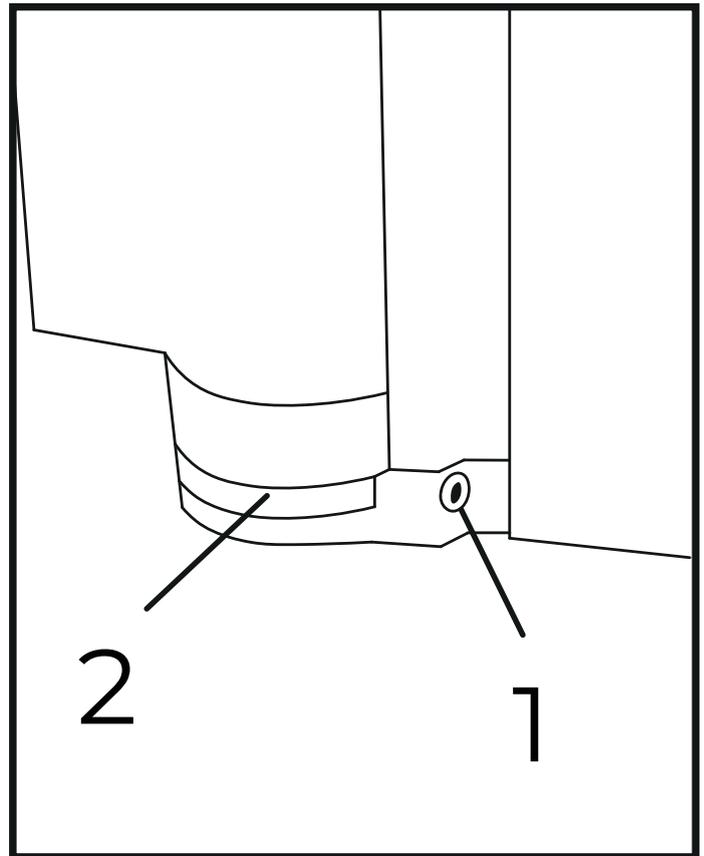

Abbildung 8
14. Um das Mono-Scharnier einzustellen, lösen Sie die beiden Unterlegscheiben-Befestigungsschrauben (1) mit dem mitgelieferten Inbusschlüssel um einige Umdrehungen. (Abbildung 8)
15. Schieben Sie das Glas (2) an die gewünschte Position, an der Sie die Tür befestigen möchten.
16. Wenn sich das Glas (2) in der gewünschten Position befindet, ziehen Sie die Befestigungsschrauben der Unterlegscheibe (1) fest.